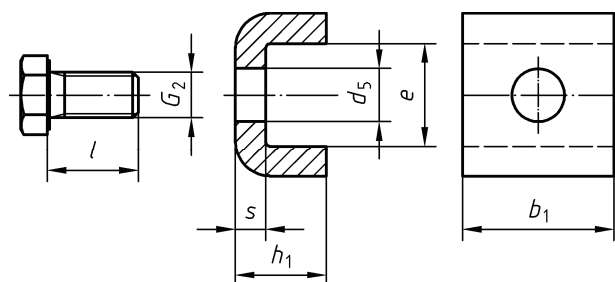

Bild 2 — Sicherungsbügel mit Zubehör MS . .
b) Sicherungsbügel (siehe Bild 2)